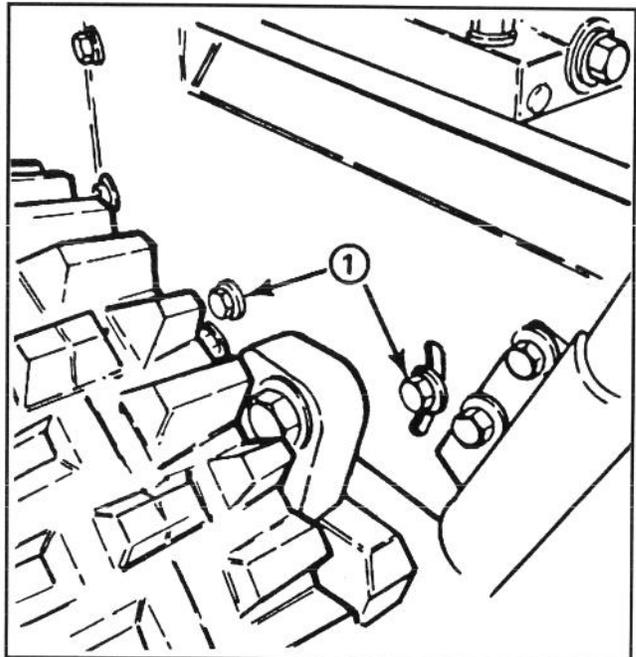

Abbildung 35
4. Die vier (4), den Getrieberahmen and den Motorrahmen befestigenden Kopfschrauben (2 auf beiden Seiten) lösen (Abb. 35).